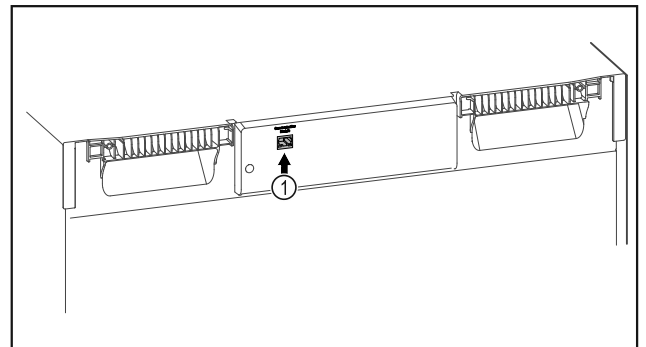

Fig. 153
- SmartModule Fig. 153 (1) установлен.